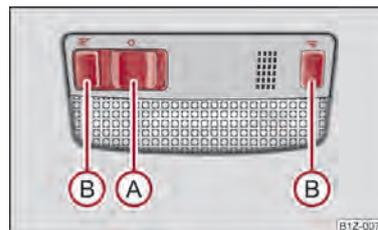

Fig. 31 Iluminação interior do veículo - Variante 1
- Puxe o interruptor (A) para a extremidade da lâmpada. Aparece o símbolo ☞ ⇒ Fig. 31.